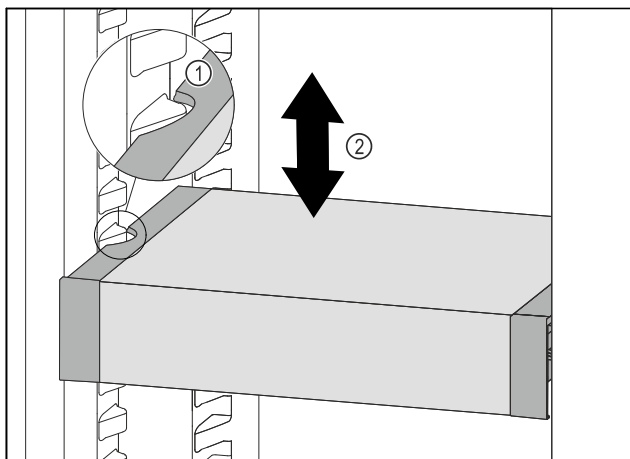

Fig. 106
- VarioSafe w chłodziarce przesunąć w górę lub w dół, aż zostanie osiągnięta żądana wysokość. Fig. 106 (2)